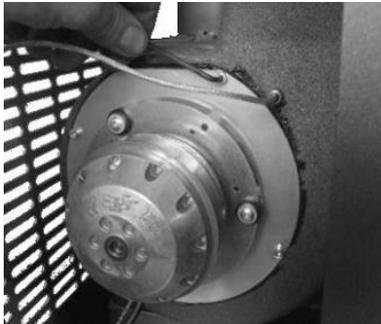
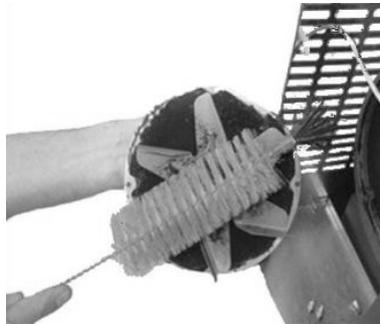
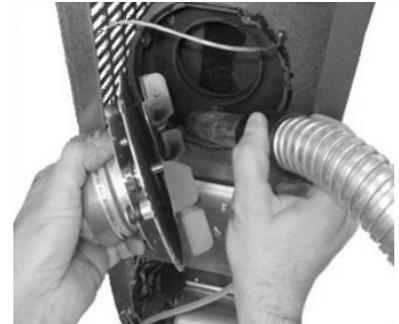

Fig. 53 - Reinigung Rauchgasansauggerät: Phase 1
Fig. 54 - Phase 2
Fig. 55 - Phase 3
- Den Vorgang gemäß ausführen **Fig. 53**, **Fig. 54** und **Fig. 55**.